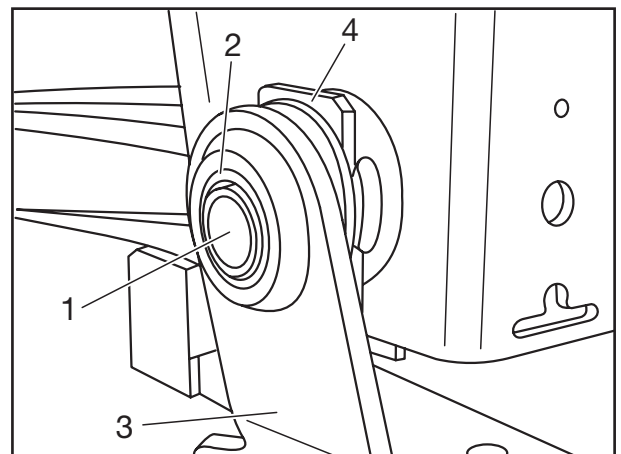

Fig. 8
[10] Kunststoffbuchsen (Fig. 8/2) und Distanzbuchsen (Fig 8/1) in den Hebearm einsetzen.
[11] Hebearm (Fig. 8/3) so weit hochheben, bis die Bohrungen für den Federbolzen fluchten.
[12] Platte (Fig. 8/4) in den äußeren Rahmen der Stütze einschieben.
- Dazu Kunststoffbuchse (Fig. 8/2) und Distanzbuchse (Fig 8/1) in den Hebearm einsetzen.
[10] Insert plastic bushes (Fig. 8/2) and spacer bushes (Fig. 8/1) into the lift arm.
[11] Raise lift arm (Fig. 8/3) far enough for the holes for the spring pivot bolt to be aligned.
[12] Push the plate (Fig. 8/4) into the outer frame of the hanger bracket.
- Insert plastic bushes (Fig. 8/2) and spacer bushes (Fig. 8/1) into the lift arm.
[10] Installer les douilles en plastique (fig. 8/2) et les douilles d'écartement (fig. 8/1) des deux côtés du palonnier.
[11] Remonter le palonnier (fig. 8/3) jusqu'à ce que les trous de passage du boulon de ressort coïncident.
[12] Glisser la plaque (Fig. 8/4) sur le cadre extérieur de la main.
- Installer les douilles en plastique (fig. 8/2) et les douilles d'écartement (fig. 8/1) des deux côtés du palonnier.